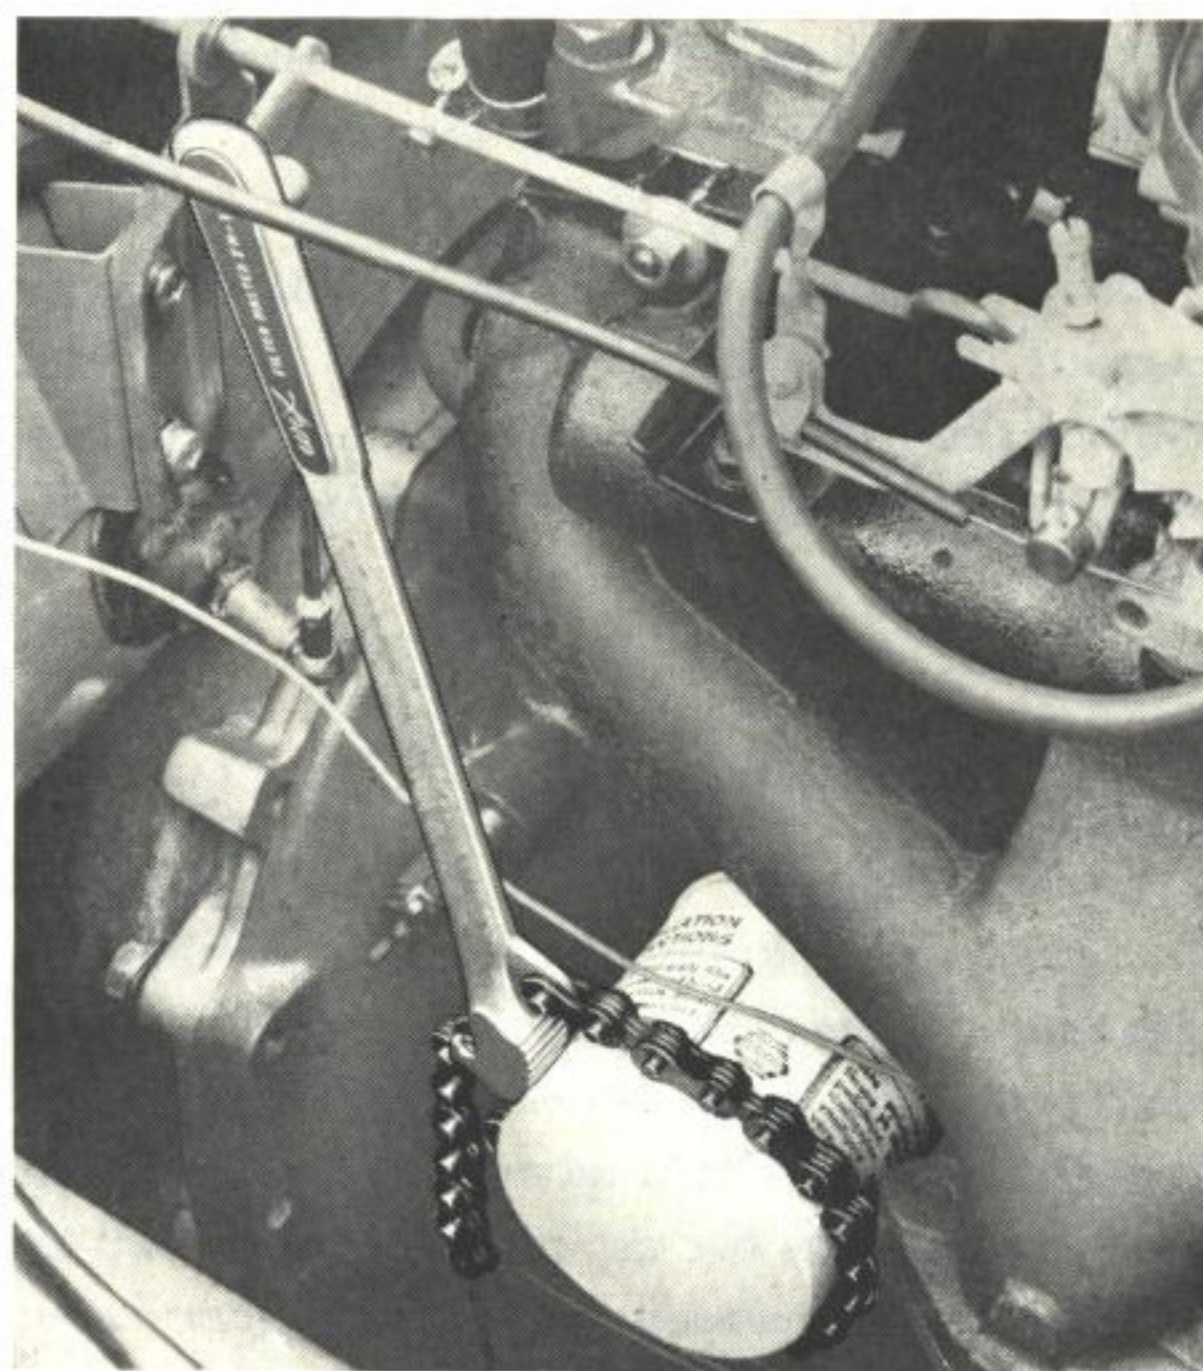

Bild 59. Demontering av oljerenare.
Oljerenaren (bild 59) är tillsammans med insats och överströmningsventil, som en enhet fast-
1. Demontera den gamla renaren med hjälp av ett verktyg, enligt bild 59.